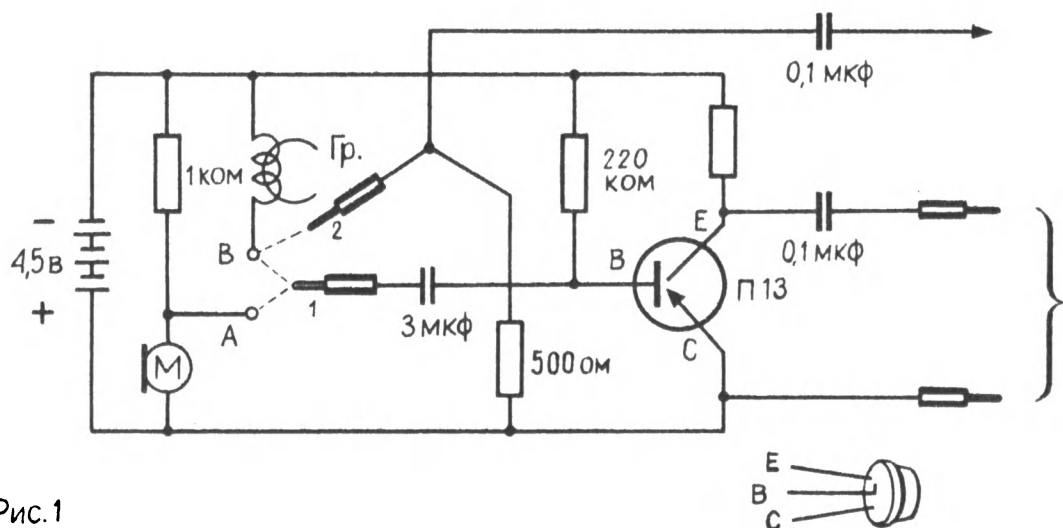

Рис. 1
Включая устройство, надо соблюдать правила присоединения (они указаны под рис. 1). Во время записи вход транзисторного усилителя (точка 1) присоединяем к микрофону (А), а выход радиоприёмника (через конденсатор 0,1 мкф), обозначенный цифрой 2, — к головке (В). При воспроизведении вход усилителя (1) присоединяем к головке (В), а выходной провод радиоприёмника остается неиспользованным (свободным). Для облегчения этих манипуляций выход